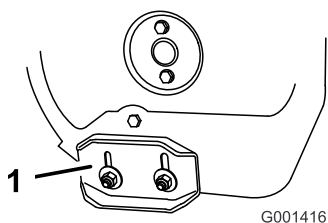

Figure 44
3. Desserrez les écrous de fixation des deux patins aux côtés de la vis sans fin jusqu'à ce que les patins puissent coulisser aisément vers le haut et vers le bas (Figure 44).